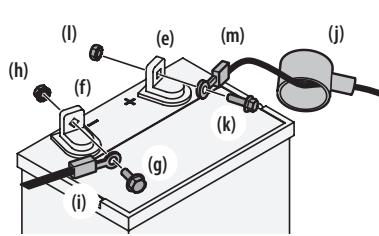

Figura 21
**NOTA:** El borne positivo de la batería está marcado como POS. (+). El borne negativo de la batería está marcado como NEG. (-). Consulte la Figura 21.